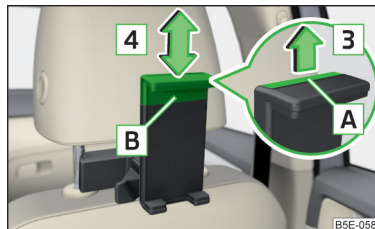

Abb. 122 Haltergröße anpassen
- Zur **Anpassung der Haltergröße** die Sicherungslasche **A** in Pfeilrichtung **3** herausziehen und den Teil **B** in Pfeilrichtung **4** in die gewünschte Position verschieben » Abb. 122.